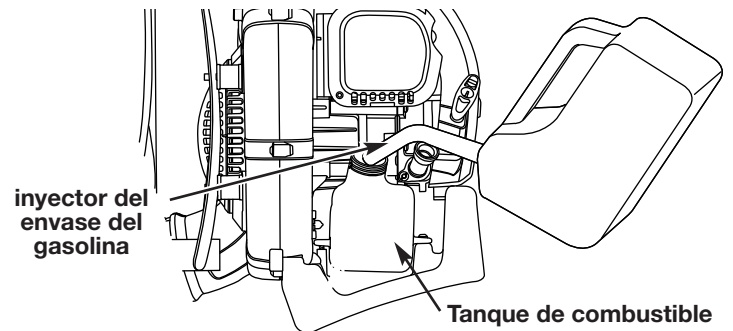

Fig. 13
2. Coloque el pico del recipiente de gasolina en el orificio de llenado del tanque de gasolina (Fig. 13) y llene el tanque.